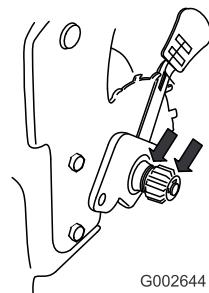

Figure 45
- Appliquez une couche d'huile de graissage à l'intérieur et à l'extérieur des engrenages, de la manière indiquée (Figure 45).